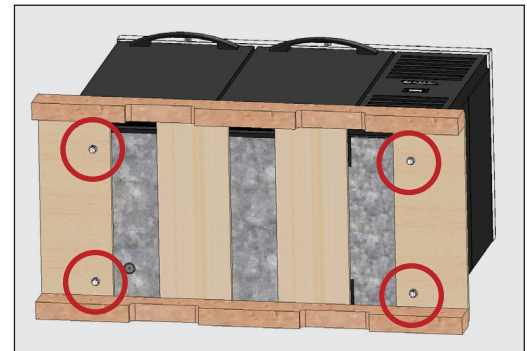

Abb. 2. Transportschrauben
2. Entfernen Sie mit einem verstellbaren Schraubenschlüssel alle Transportschrauben, mit denen die Holzpalette an der Unterseite des Geräts befestigt ist. Siehe Abb. 2.